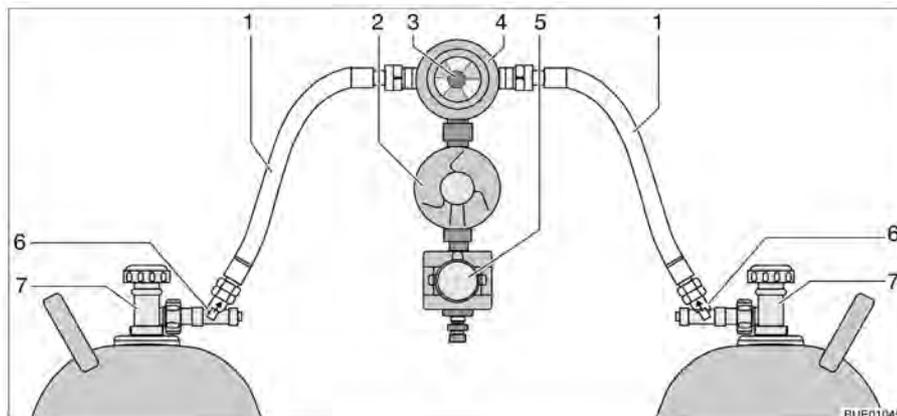

Fig. 97 Impianto di commutazione Crash Protection Unit
La Crash Protection Unit consiste di due limitatori di flusso con sblocco manuale (Fig. 97,6), di una valvola di commutazione (Fig. 97,4) con regolatore di pressione (Fig. 97,2), di una elettrovalvola (Fig. 97,5) e di una centralina di controllo con LED a tre colori. La valvola di commutazione viene montata tra i due tubi del gas (Fig. 97,1).
Con la manopola (Fig. 97,3) sulla valvola di commutazione è possibile stabilire, quale delle bombole del gas viene utilizzata come bombola in uso e quale bombola del gas viene utilizzata come bombola di riserva.
Sulla centralina di controllo (Fig. 98) possono venire azionate solo le funzioni elettriche. Le valvole principali di arresto delle bombole del gas (Fig. 97,7) e gli sblocchi (Fig. 97,6) devono essere aperti a mano.
- Aprire le valvole principali di arresto delle bombole del gas (Fig. 97,7).
- Premere gli sblocchi (Fig. 97,6) uno dopo l'altro per 10 secondi.
- Con la manopola (Fig. 97,3) sulla valvola di commutazione (Fig. 97,4) selezionare la bombola del gas, da cui proviene la principale alimentazione del gas (bombola in uso).
- Chiudere le valvole principali di arresto delle bombole del gas (Fig. 97,7).